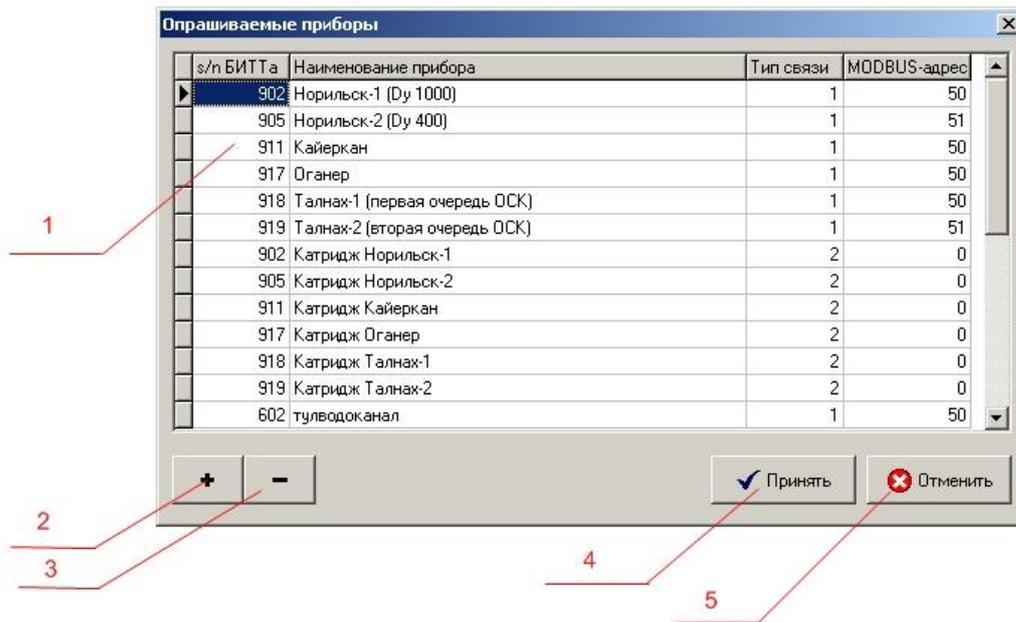

Рис. 36. Форма ввода опрашиваемых приборов
- форма ввода опрашиваемых приборов приведена на рис. 36. Она позволяет настроить программу «Менеджер данных РСБП «СТРИМ» на работу с дополнительными (не установленными изначально) расходомерами. Форма содержит таблицу обслуживаемых приборов (1), кнопки «+» и «-», позволяющие добавить или удалить прибор из списка обслуживаемых программой, кнопки «Принять» и «Отменить», позволяющие принять к выполнению или же отменить сделанные изменения
1.6.5.14. Если на объекте уже установлены РСБП «СТРИМ», то при увеличении парка расходомеров пользователь имеет возможность самостоятельно настроить уже установленную программу «Менеджер данных РСБП «СТРИМ» для работы с дополнительными приборами. Для этого надо зайти в пункт Опции-> Обслуживаемые приборы главного меню программы. На экране отобразится форма ввода, приведенная на рис. 36 . В случае вновь установленной программы таблица (1 рис. 36) может быть пустой или с данными заполненными при поставке программного обеспечения..
Кнопки «+» и «-» (2 и 3 на рис. 36) позволяют добавить новую строчку в таблицу опрашиваемых приборов (1 на рис. 36) и удалить строчку соответственно. Для добавления нового прибора нажмите кнопку «+» и введите в появившуюся пустую строчку таблицы необходимую информацию. В поле «s/n БИТТа» – взятый из паспорта ТТ12.00.000 ПС из комплекта поставки данного прибора серийный номер блока индикации БИТТ-01.